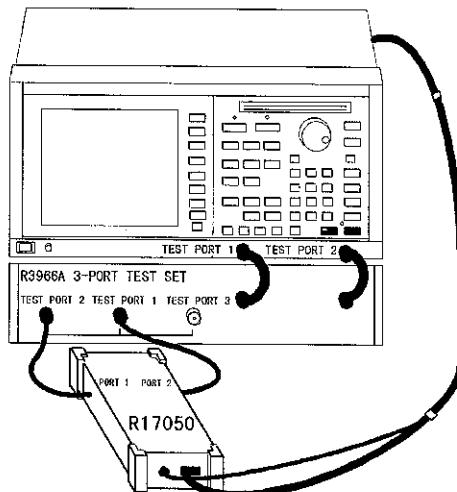

図 2-7 RF ポートの接続
- ④ 本器の RF ポートとテスト・セットの測定ポートを接続します（図 2-7 参照）。接続に使うケーブルは、実際に DUT を測定するときに使うケーブルを使います。本器の RF ポートは方向性がありません。接続はどちらでも構いません。